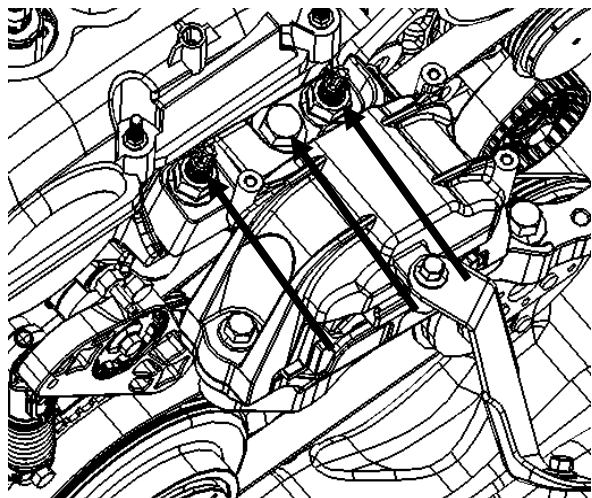

图 4
2.4.1 拆下发动机右悬置支座与发动机连接的 2 个螺母和一个螺栓（如图 4 所示）。
2.5.5 把动力总成右悬置支座通过两个螺母和一个螺栓与发动机本体连接到一起（如图 4 所示）。
2.6.5 将动力总成右悬置支座与发动机本体连接的两个螺母和一个螺栓打进力矩为 125 N.m（如图 4 所示）。